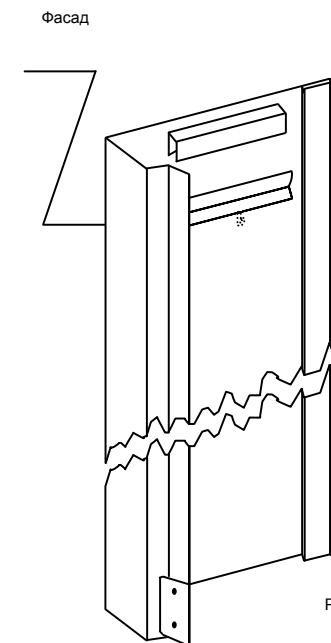

Рис. 5
**Боковые стенки.** В задней части стенки имеется «Г»-образный паз. В него входят задние стенки (рис.5)